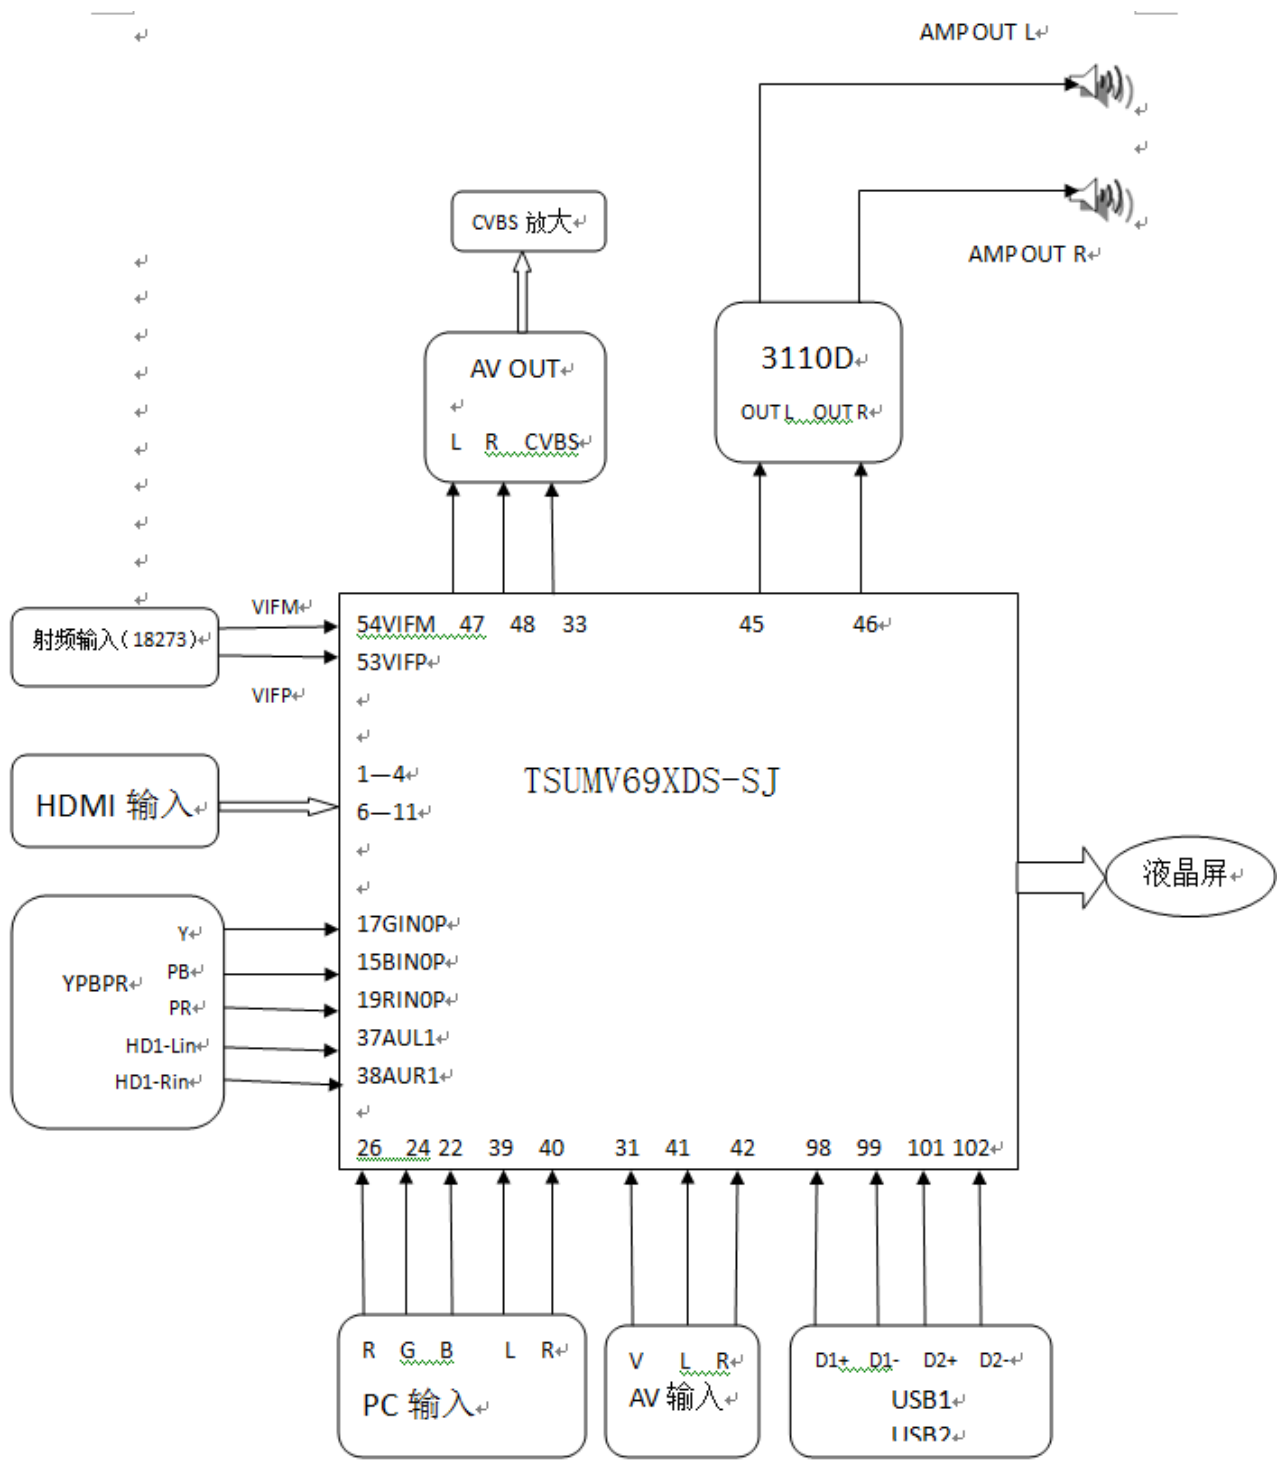

图 17 ZLS46G 机芯信号流程示意图
1、ZLS46G 机芯共有 1 路 RF 输入、2 路 AV 输入、1 路 YPBPR 输入、1 路 VGA 输入、2 路 USB 输入、1 路 HDMI 输入和 1 路 AV 输出，输入电路均是经过匹配电路后直接与 TSUMV69XDS-SJ 相连，其连接关系如图 17：